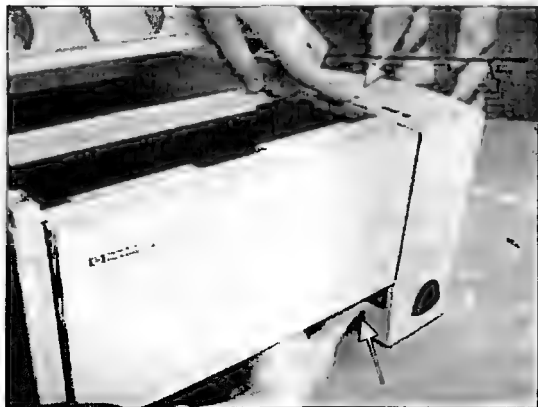
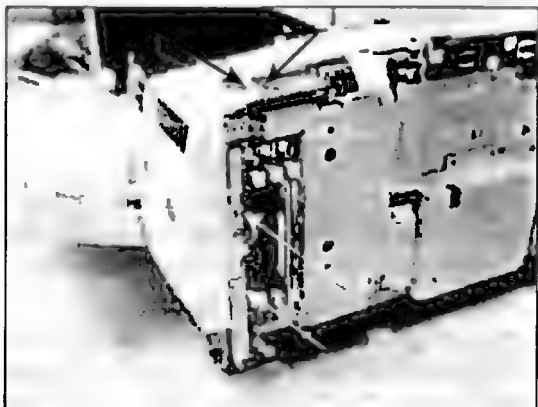

Рис. 8.2
Рис. 8.3
- Утапливают защелку (рис. 8.2) на верхней правой панели, а другой рукой отгибают защелку внизу со стороны основного лотка. После этого правая крышка легко снимается движением вперед и вправо. Открывается доступ к интерфейсной плате и к модулям типа DIMM для установки дополнительной памяти. В 2300-й модели необходимо снять панель управления. Для этого отсоединяют разъем от интерфейсной платы (показан стрелкой на рис. 8.3); откручивают три винта